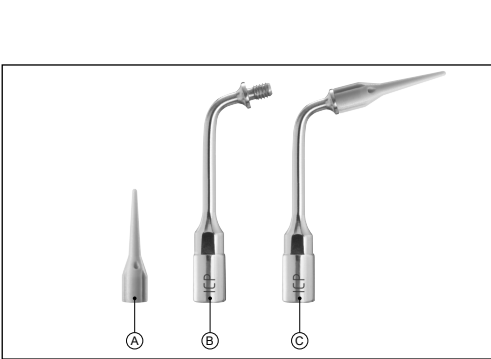
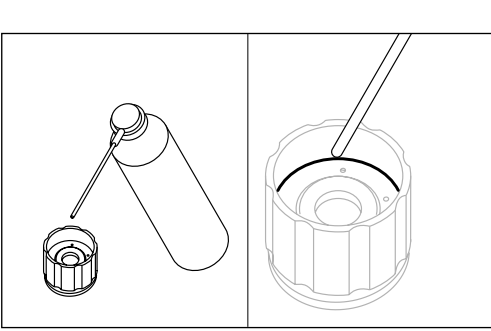

Fig. 1
Fig. 3
- Le lubrifiant doit être appliqué en pulvérisant directement sur la surface de contact périphérique à l'intérieur de la clé, comme illustré à la figure 3 ;
- Serrer l'insert de base ICP (Fig. 1 - B) sur la pièce à main au moyen de la clé dynamométrique en dotation avec le dispositif (Fig. 3) ;
- Visser le terminal IC1 sur l'insert de base, en le serrant de façon énergique avec la force des doigts (Fig. 1 - C) ;
1 Serrer l'insert de base ICP (Fig. 1 - B) sur la pièce à main au moyen de la clé dynamométrique en dotation avec le dispositif (Fig. 3) ;